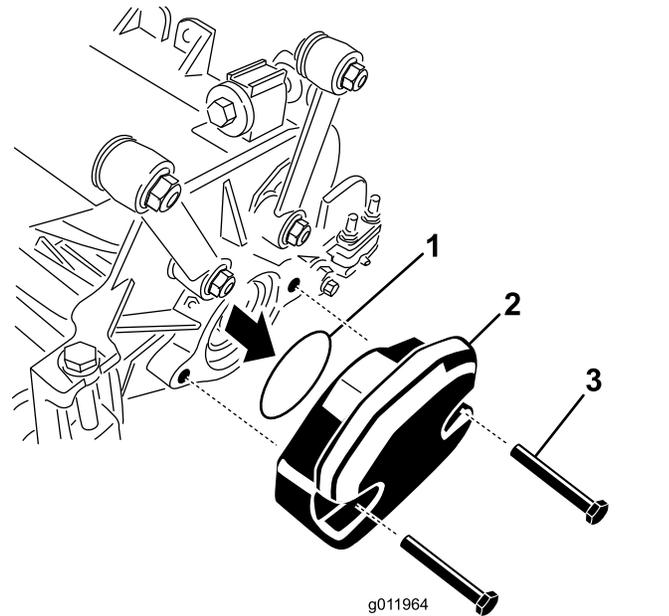

Figura 24
2. Retire os pesos e o anel de retenção (Figura 24) da extremidade interior da unidade de corte do lado direito.